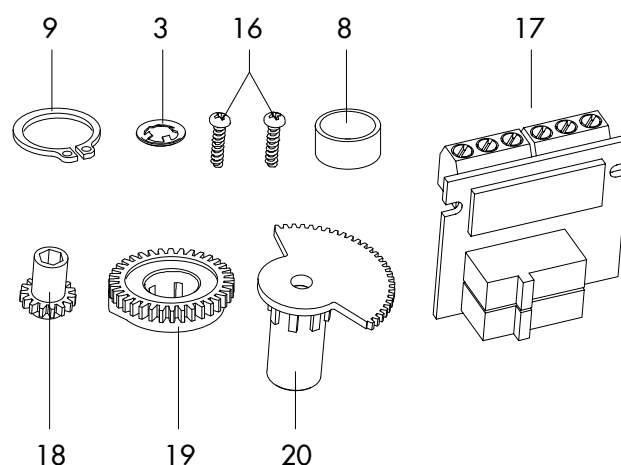

Fig. 19 : Contacts de position mécaniques · Kit
- Contacts de position mécaniques (cf. Fig. 19).
3. Positionner le bornier (17, cf. Fig. 19) à la base du support à un angle d'env. 45° avec les relais orientés vers la bord de la plaque intermédiaire, puis faire pivoter l'extrémité supérieure du support jusqu'à ce que le bornier s'enclenche.